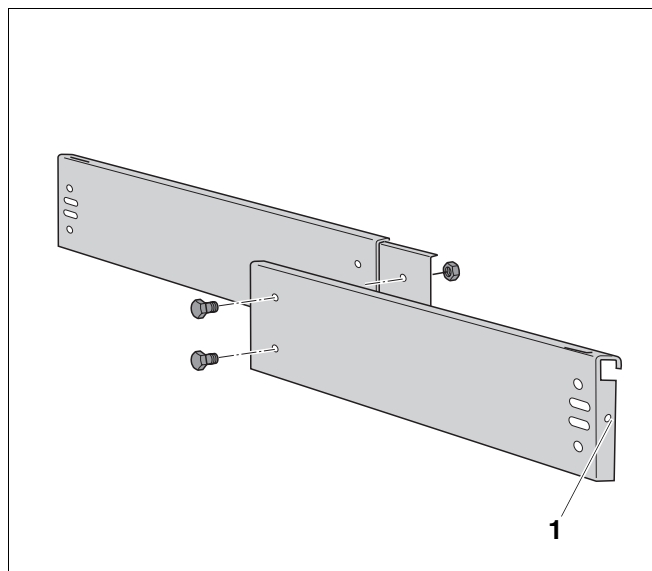

Fig. 16 Montage des deux parties du panneau latéral
La perforation sur le rebord avant de la traverse latérale (fig. 16, **pos. 1**) n'est pas utilisée, elle servira à l'arrière pour visser les panneaux arrière et latéraux.